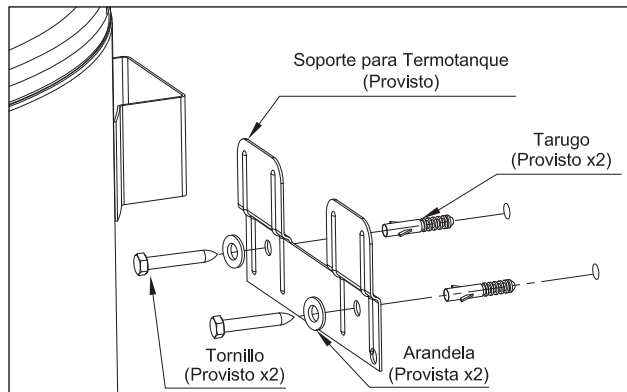

Fig. 2
- Agujeree utilizando el soporte provisto a modo de plantilla, se recomienda el uso de un nivel para asegurar que el soporte quede horizontal, luego coloque los tarugos, el soporte y las arandelas provistas y ajústelo firmemente con los tornillos también provistos. (Fig.2)